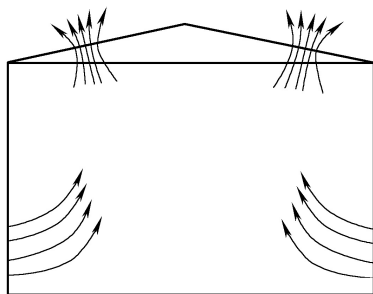

图 1
(1) 厂房整体通风抽排 法 侧面吹风、上方抽风把含尘空气吹到厂房顶端，用风机把含尘空气抽排出去，如图1所示。采用这种方法可以降低车间内的烟尘浓度，对排烟有一定效果。特点：①投资较大，运行成本高。②造成不必要的气流及紊流影响工作质量。③部分改善操作者附近的环境却让周围环境更差。④